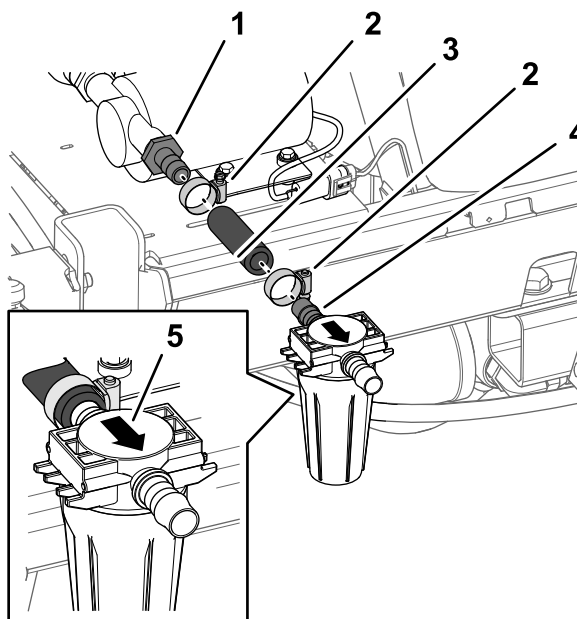
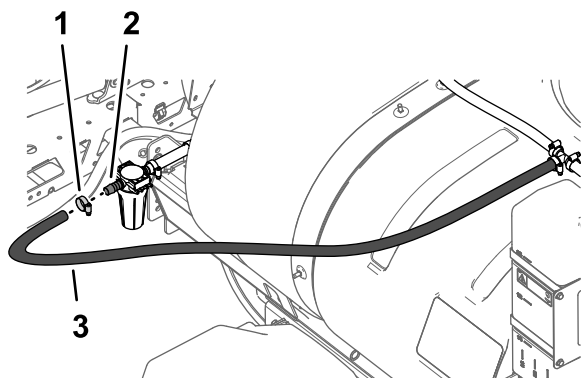

Figure 29
Figure 30
2. Branchez le flexible (17,8 cm) que vous avez coupé à la section Découpe du flexible (page 5) au raccord droit cannelé extérieur de la pompe du réservoir de rinçage avec un collier serré à la main (Figure 29).
3. Avec un collier légèrement serré, branchez le raccord droit cannelé de l'entrée de la tête du filtre (ensemble filtre) au flexible de 17,8 cm (Figure 29).
4. Avec un collier, branchez l'extrémité libre du flexible (1,9 x 180 cm) au raccord droit cannelé à la sortie de la tête du filtre (**Figure 30**).
5. Ajustez la position de la tête du filtre pour que la cuvette du filtre soit verticale, et serrez les 2 colliers à la main (**Figure 29** et **Figure 30**).